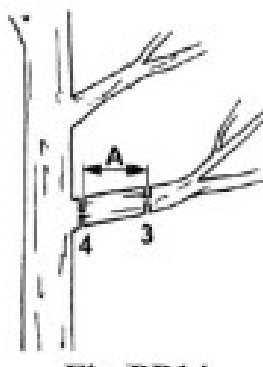

Fig. PP14
10.5.2 Couper à ras les branches épaisses (Fig. PP14)